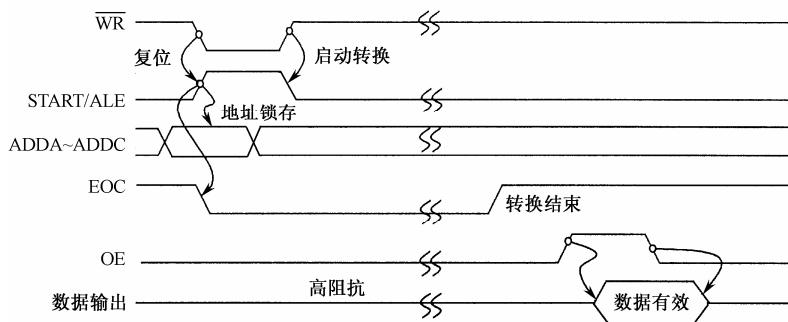

图 9-17 ADC0809 工作时序
**EOC：**转换结束输出信号。当该信号为低电平时，表明 ADC0809 已准备开始转换，或转换正在进行之中，不能提供一个有效的稳定的数据。在 START 的上升沿清 0 ADC0809 的内部寄存器，准备开始转换，此时 EOC 变为低电平。在 START 的下降沿启动 A/D 转换器，开始转换，此时 EOC 仍为低电平。当转换结束后，转换数据已锁存到输出锁存器时，EOC 变为高电平。当 EOC 变为高电平时，表示转换已经结束，A/D 转换器可提供有效数据。EOC 可作为被查询的状态信号，亦可用于申请中断。ADC0809 转换一次共需 64 个时钟周期（CLOCK 周期）。ADC0809 的工作时序如图 9-17 所示。